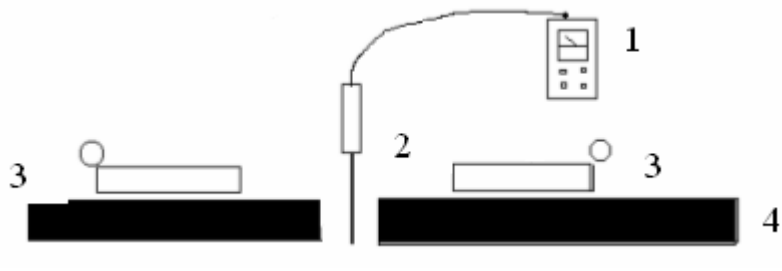

Рис.7.1. Схема расположения магнитных компенсаторов на поверхности стальной трубы (вид сбоку)
7.1. При размагничивании металла в области стыка стальных труб 4 перед электрической сваркой измерителем магнитной индукции 1 - магнитометром, входящим в состав размагничивающего комплекта РК - 02, определяется величина остаточной магнитной индукции в корне разделки стальных труб (Рис.7.1).
7.3. При превышении остаточной магнитной индукции в корне разделки стальных труб величины ± 5 мТл, по обеим сторонам стыка на поверхности металла стальных труб, напротив друг друга, на одной оси, устанавливаются магнитные компенсаторы 3 размагничивающего комплекта РК – 02 (Рис.7.1).